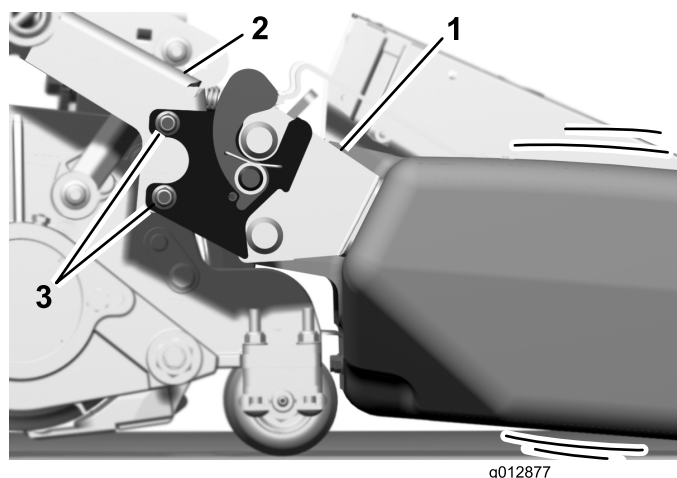

Figura 17
- A. Em cada extremidade do cesto, desaperte as porcas dos parafusos de carroçaria que prendem o guia e montagens do suporte aos suportes do cesto (Figura 17).